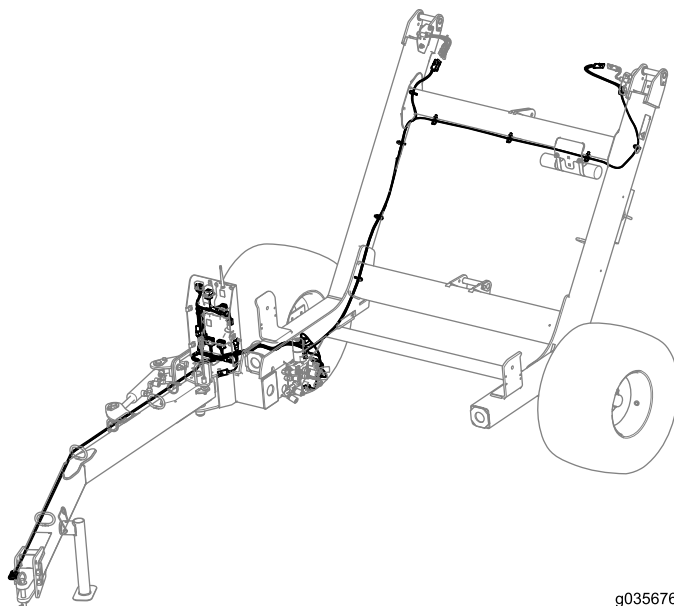

Figura 20
1. Dirija el arnés de cables sobre el bastidor del vehículo remolcado (Figura 20).